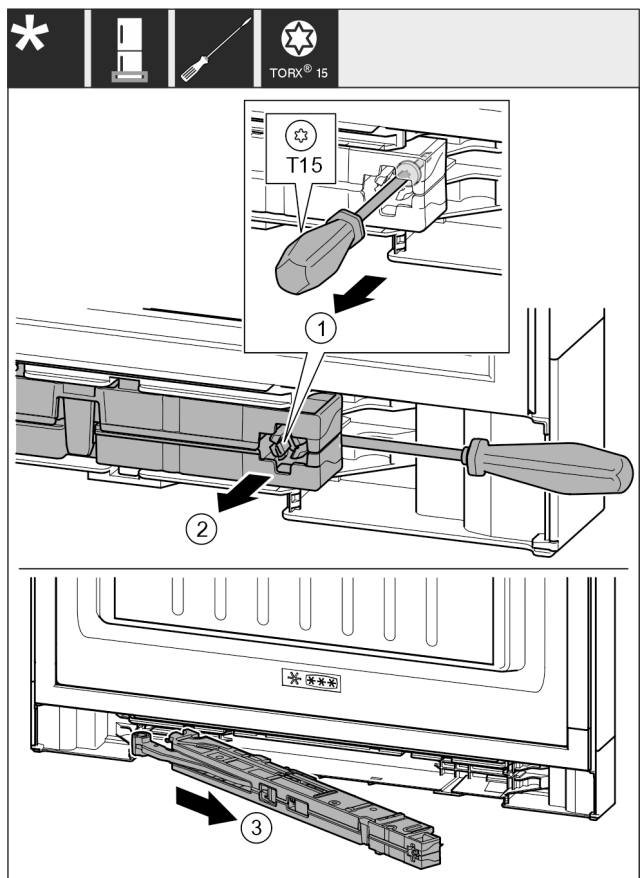

Fig. 17
- Atskrūvējiet durvju amortizatora mezgla skrūvi Fig. 17 (1) ar skrūvgriezi 14 mm.
- Izceliet durvju amortizatora mezglu Fig. 17 (2) roktura pusē ar skrūvgriezi uz priekšu.
- Izvelciet durvju amortizatora mezglu Fig. 17 (3).